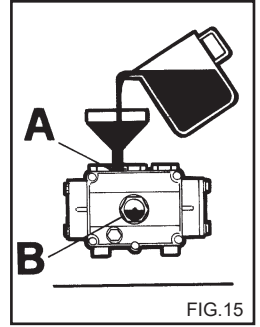

FIG.15
- 4- Enroscar el tapón de desagüe e introducir el aceite por el orificio superior (fig. 15) hasta el nivel marcado en el indicador (fig. 15B).